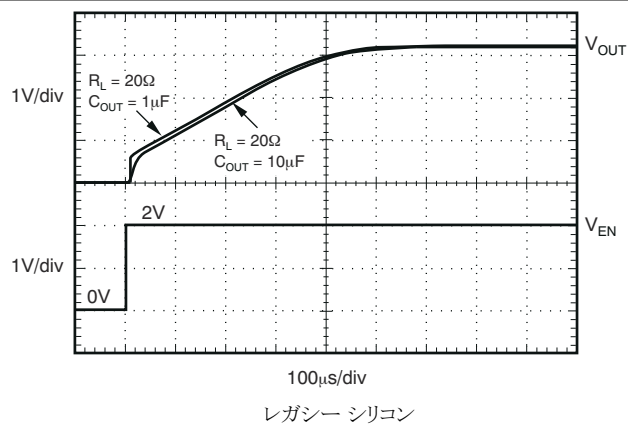

図 5-39. TPS73701 のターンオン応答
イネーブルピン (EN) はアクティブ High であり、標準の TTL-CMOS レベルと互換です。 $V_{EN}$  が 0.5V (最大値) 未満になると、レギュレータはオフになり、GND ピンの電流は約 10nA にまで低下します。EN ピンを使用してレギュレータをシャットダウンすると、すべての電荷がパストランジスタのゲートから除去されます。 $V_{EN}$  が 1.7V (最小値) を超えるとレギュレータはオンになり、出力は制御された  $V_{OUT}$  に戻ります (詳細は図 5-39 を参照)。